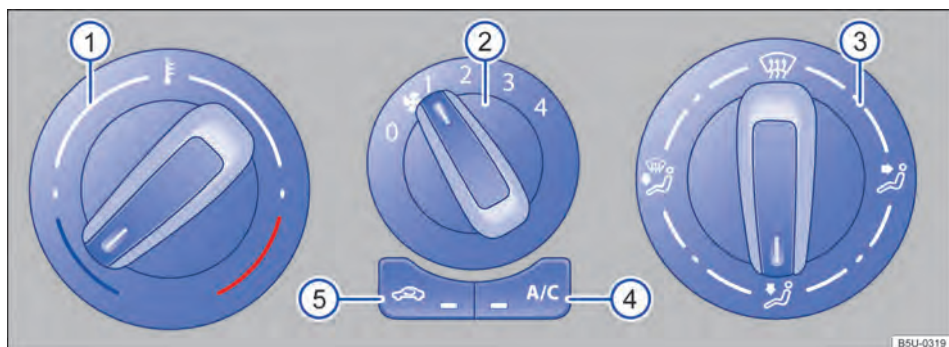

Fig. 79 Comandos do ar-condicionado.
- *Ar-condicionado*: girar o regulador do ventilador para o nível 0 → Fig. 79 ②.
- *Ar-condicionado*: girar o regulador rotativo esquerdo → Fig. 79 ① para regular a respectiva temperatura.
- *Ar-condicionado*: girar o regulador do ventilador → Fig. 79 ②.
No modo de recirculação de ar, não chega ar externo ao interior do veículo → Fig. 79.
- *Ar-condicionado*: girar o regulador da direita → Fig. 79 ③ para posição desejada.
- Girar o botão da distribuição de ar → Fig. 79 ③ para a posição , nesta posição o modo de recirculação de ar é automaticamente desligado.
- Girar o botão do ventilador ② no nível 3 ou 4.
- Girar o botão da temperatura ① para a posição desejada.